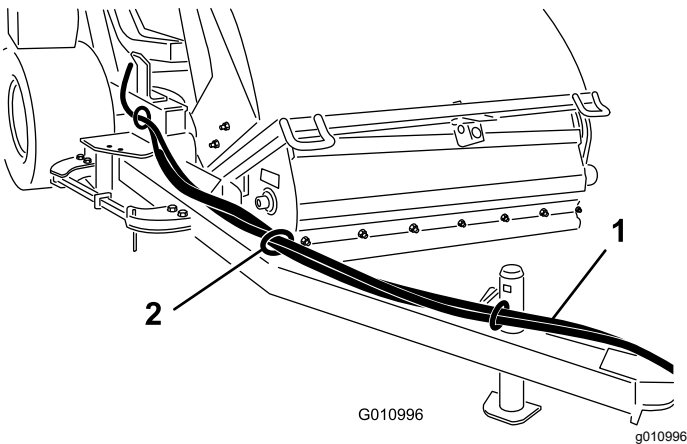

Figura 11
1. Pase los manguitos hidráulicos y el arnés de cables a través de las guías de manguito hasta la parte delantera de la barra de tracción (Figura 11).